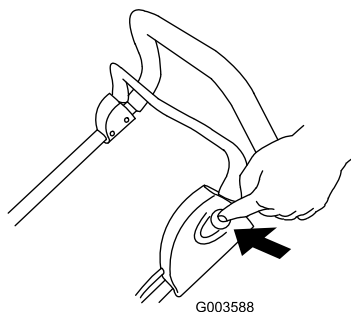

Figure 15
3. Appuyez de façon continue sur le bouton du côté gauche du guidon (Figure 15).